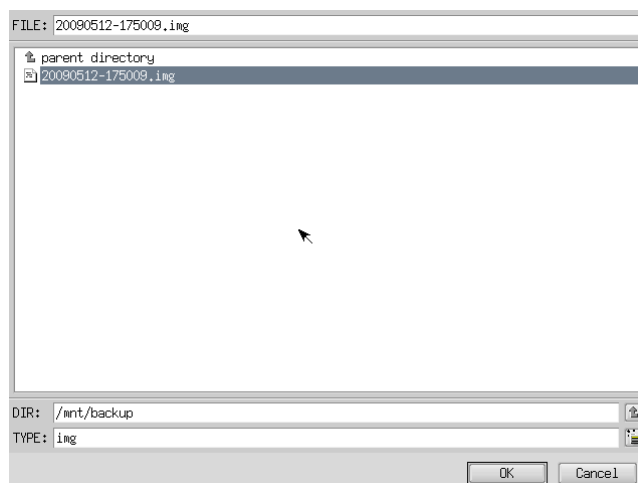

図 5-5-3. ファイル参照画面
- ⑦ ファイル参照画面（図 5-5-3）が表示されます。②で接続したメディアは、/mnt にマウントされているので、/mnt 以下から目的のファイルを探してください。[OK]を押すとファイル選択画面にもどります。